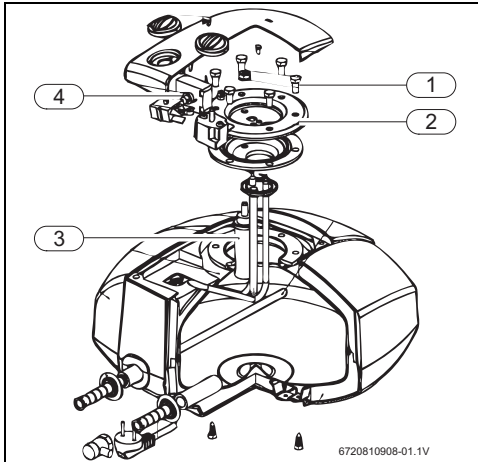

Fig. 14 Accès à la partie intérieure et marquage des éléments
- ▶ Retirer les vis de fixation de la bride (fig. 14, [1]).
- ▶ Retirer la bride (fig. 14, [2]).
- ▶ Vérifier l'anode en magnésium (fig. 14, [3]) et remplacer si nécessaire.
- ▶ Enfoncer entièrement la touche de réarmement (fig. 14, [4]).